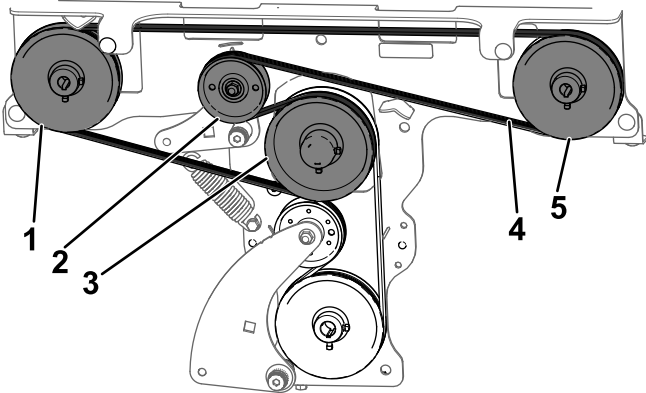

Figura 47
8. Instale una correa de tracción nueva alrededor de la polea motriz izquierda, la polea motriz derecha, la polea tensora y por último la polea del motor. Consulte **Figura 47**.